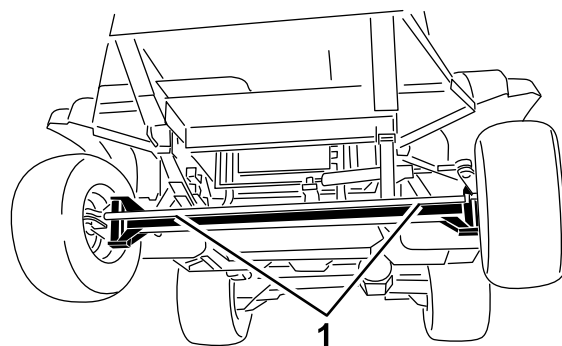
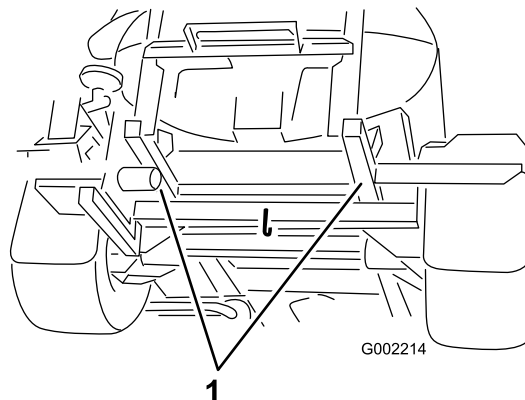

Figure 46
Figure 47
4. Accrochez un câble de remorquage au cadre ; voir les points de remorquage avant et arrière (Figure 46 et Figure 47).